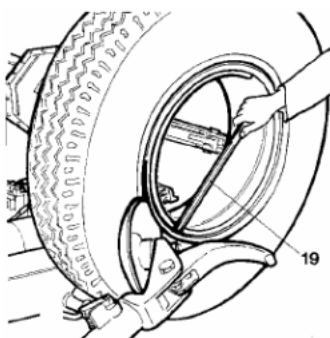

Рисунок 30
6) Повторите процедуру, но на этот раз устанавливайте диск к разъемному кольцу (см. рис.30), чтобы освободить стопорное кольцо. Снимите его при помощи специального рычага TL 19. (рис 30) или ролика.